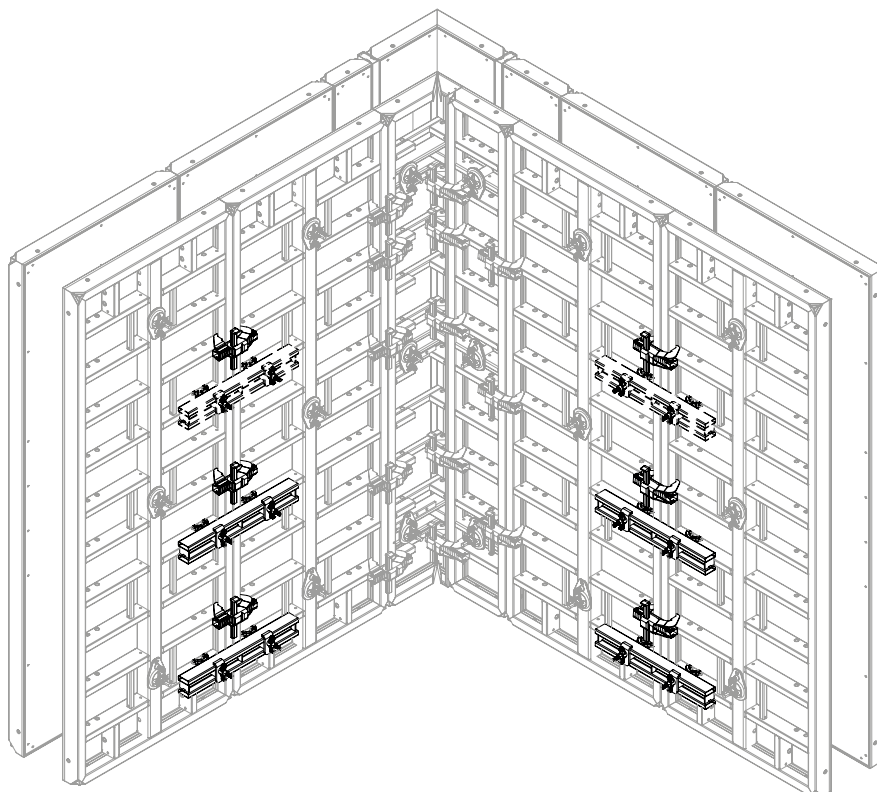

Fig. C3.02
En cas de superposition, une filière de compensation supplémentaire MAR 85 (21) est nécessaire sur le joint de panneau (illustré en pointillés). (Fig. C3.02 + C3.03)
(Fig. C3.02)